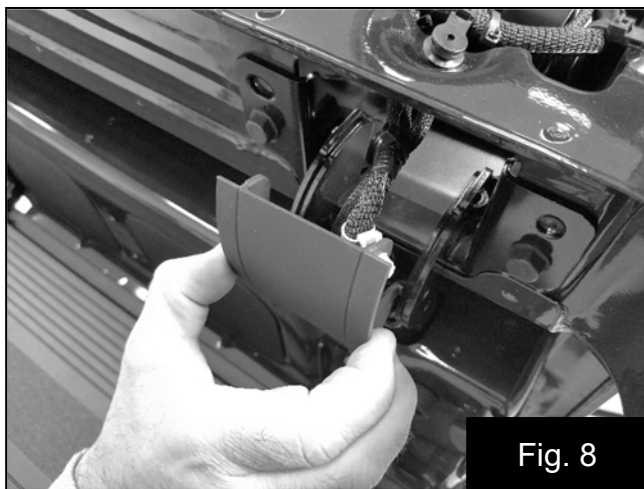

Fig. 8
13. Abaissez la section intérieure du hayon , puis détachez le cache de la rotule plastique du côté passager pour faciliter l'acheminement du faisceau. Fig. 8